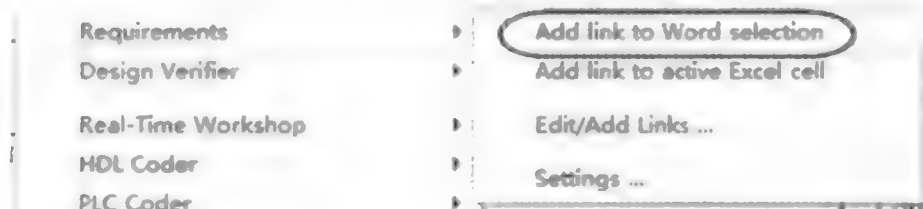

图 9.4.11 建立关联
(1) 在需求文档中,选中需要建立关联的主题词;例如选中 1. Control Signal Input.
(2) 右击需要建立关联的模块,如 Control Signal Input 子系统模块,选择菜单项 Tools → Requirements → Add link to Word selection,如图 9.4.11 所示。